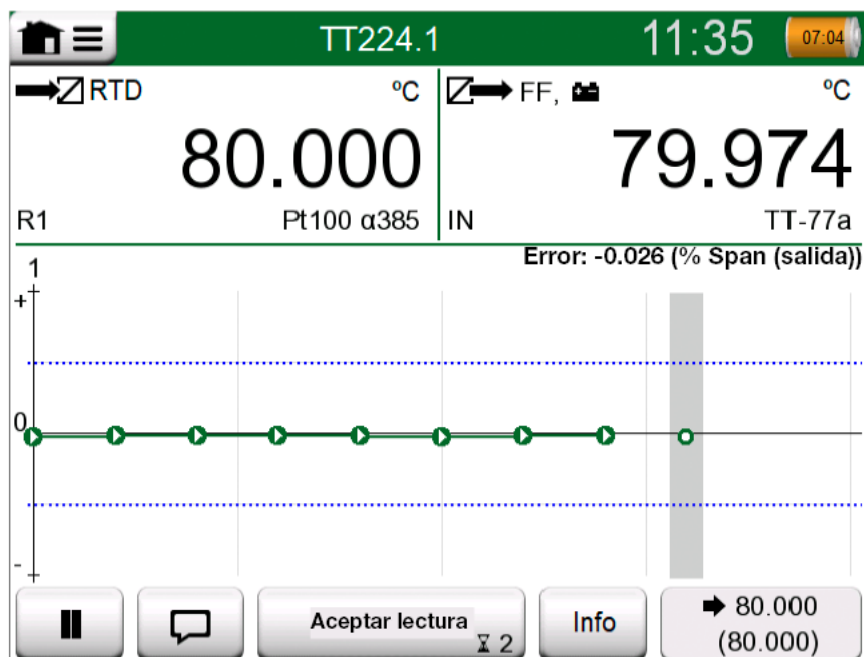

Figura 84: Calibración con Aceptación automática en uso
3. Cuando la señal es estable, un temporizador inicia una cuenta atrás según el **Retardo punto** y luego se guardan las lecturas solo si la estabilidad de la señal sigue siendo válida. Fíjese en el reloj de arena en la Figura 84: Calibración con Aceptación automática en uso en la página 99. Si una señal es inestable, el MC6-T regresa a la fase 2.